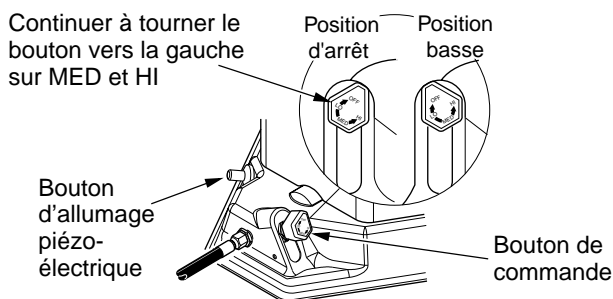

Figure 4 - Emplacement du bouton de commande et du bouton de l'allumeur piézo-électrique
5. Appuyer légèrement sur le bouton de commande et le tourner vers la gauche sur la position basse (voir la figure 4).
9. Si le brûleur principal s'éteint, couper le gaz. Appuyer légèrement sur le bouton de commande et le tourner à fond vers la droite sur la position ARRÊT (OFF) Vérifier le niveau de gaz. S'il y a assez de gaz, redémarrer l'appareil en commençant à l'étape 1 (voir la figure 4).